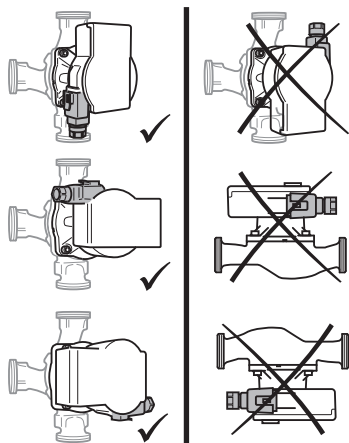

Fig. 2: Монтажні положення
- Вибирайте місце для монтажу відповідно до допустимого монтажного положення (Fig. 2).
- Зафіксуйте головку двигуна (2 + 6) та викрутіть 4 гвинти корпусу (5).
- Звертайте увагу на допустиме монтажне положення (Fig. 2) і стрілку напрямку потоку на корпусі насоса (1).
- Затягніть 4 гвинти корпусу (5).